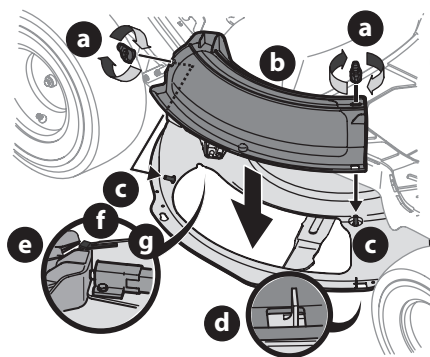

Figure 13
1. Retirez les écrous papillon du plateau de coupe et conservez-les pour utilisation ultérieure (Figure 13).
2. Installez le bouchon de déchetage (b) sur l'orifice d'évacuation du plateau de coupe. L'arrière du bouchon de déchetage (b) doit être glissé sous la languette (f) du support arrière gauche (g). Introduisez les goujons (c) sur la surface du plateau de coupe dans les trous sur la partie supérieure du bouchon de déchetage (b). Introduisez la petite encoche sur le rebord du plateau dans le trou carré sur la partie inférieure du bouchon de déchetage (b) (Figure 13).
REMARQUE : Assurez-vous que la partie supérieure arrière du bouchon de déchetage s'appuie contre l'interrupteur de sécurité situé sur la surface du plateau de coupe et sous la languette (f) du support arrière gauche (g). Le moteur ne démarrera pas si le bouchon de déchetage n'est pas bien installé (Figure 13).
3. Fixez le bouchon de déchetage (b) en serrant les boutons à oreilles (a) retirés plus tôt (Figure 13).